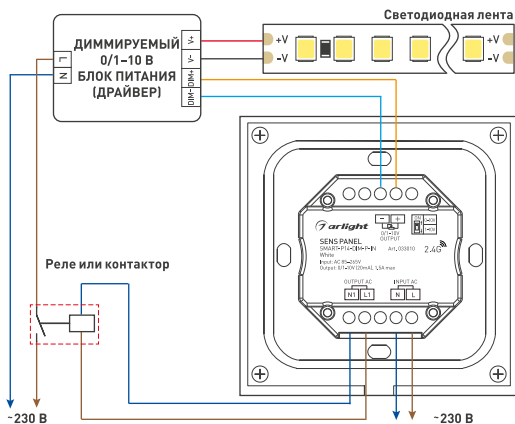

Рис. 3. Схема подключения панели SMART-P14-DIM-P-IN White с использованием контактор или реле
- 3.3. В случае когда суммарный ток нагрузки превышает 1,5 А или пусковой ток превышает 15 А, рекомендуется производить подключение нагрузки через контактор или реле. Пример схемы подключения приведен на рис. 3.